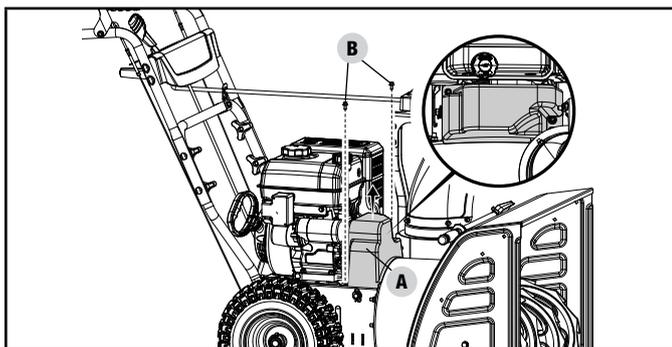

Figure 38
1. Enlevez le couvercle en plastique de la courroie (A) sur le devant du moteur en enlevant 2 boulons M6 × 16 (B). (figure 38)